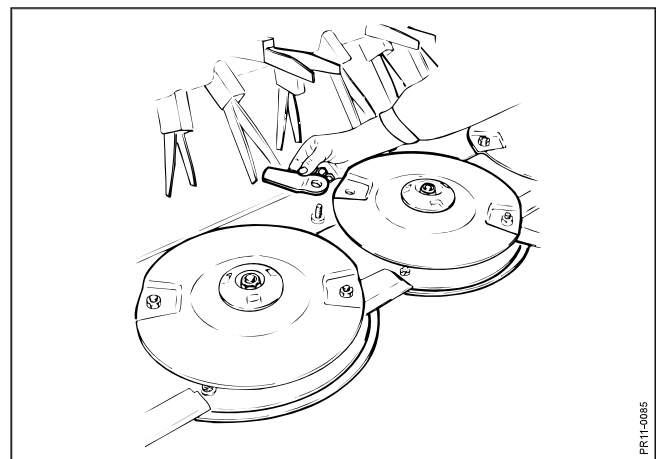

Fig. 5-10
- Fig. 5-10** För att uppnå tillfredsställande avskärning, är det viktigt, att knivar och motskär är intakta och skarpa. Knivbyte sker genom att avmontera knivbulten och dra denna neråt ut ur tallriken. Detta sker enklast, när kniven är i sitt främsta läge, så att bulten kan falla ut genom hålet i stenskyddet. Den gamla kniven tas bort och en ny monteras tillsammans med knivbulten. Knivarna kan användas på båda sidor, genom att man flyttar knivarna från en tallrik till en annan med motsatt rotationsriktning.